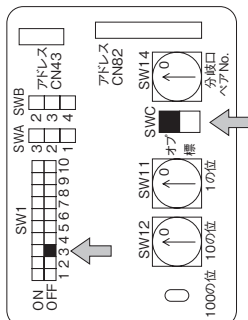

図3
②室内ユニットが上記以外の場合
- 室内ユニット本体のアドレス基板(図3)のスイッチ“SW1”の3番“OFF”側に設定してください。(工場出荷時はON側)
①室内ユニットがKA, JA, AA, BAタイプの場合
- 室内ユニット本体のアドレス基板(図3)のスイッチ“SWC”を「オプション」側に設定してください。(工場出荷時は「標準」)
- (2)フィルターサインの設定(リモコンに「フィルター」または「フィルター清掃」が点灯して清掃時期をお知らせします)。